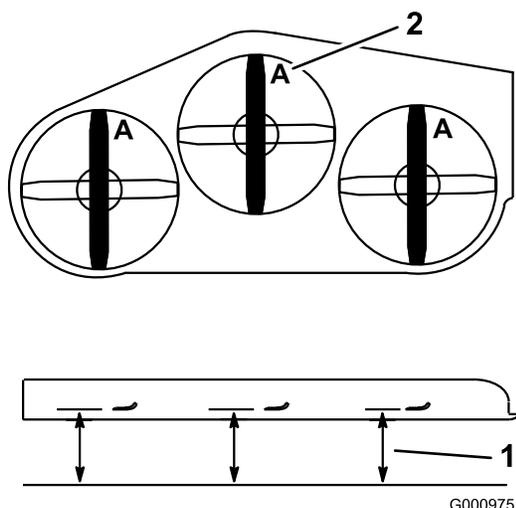

図 69
2. 平らな床面から刃先までの高さを測るブレードの A 位置まで測る 図 69。